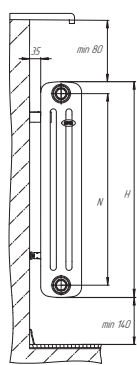
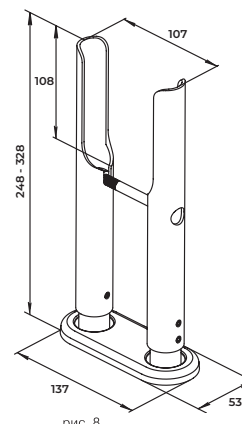

рис. 1
рис. 8
2.7 Для оптимальной теплоотдачи радиатора кронштейны должны обеспечивать положение прибора согласно рис. 1. Для крепления радиатора к полу, в местах где настенные кронштейны установить не возможно, используют напольные кронштейны рис. 8. Напольные кронштейны серийно производятся для 3-х колончатых радиаторов. Напольные кронштейны в комплектацию не входят и приобретаются отдельно.
6.1 При монтаже радиатора TUBOG необходимо выдерживать минимальные расстояния в соответствии с рис. 1. Схемы подключения радиаторов с боковым подключением приведены на рис. 2-5. Оптимальными схемами подключения являются рис. 4-5.